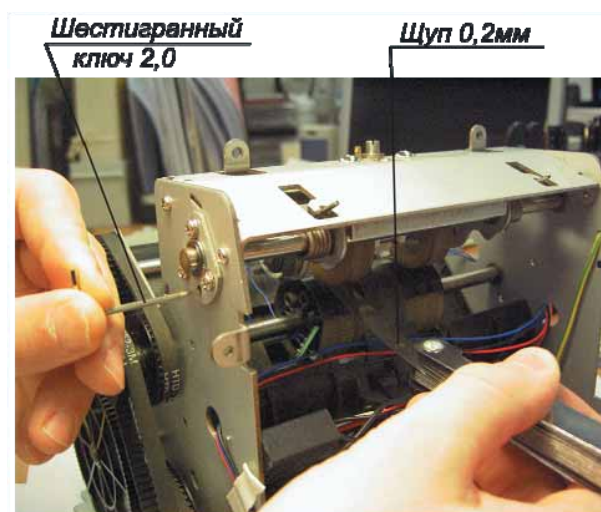

Рис. 15
9. Опуская регулятор перекоса при помощи ключа 2,0мм и, перемещая шуп 0,2мм между левыми роликами сепаратора и фидера, достичь зазора между роликами 0,2мм (рис. 15).